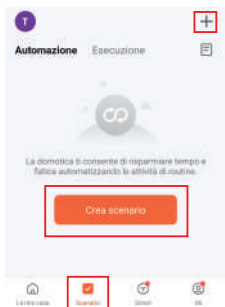

Fig.23
1. Da schermata home premere l'icona **Scenario** , quindi selezionare **Crea scenario** o il tasto  in alto a destra (Fig.23).